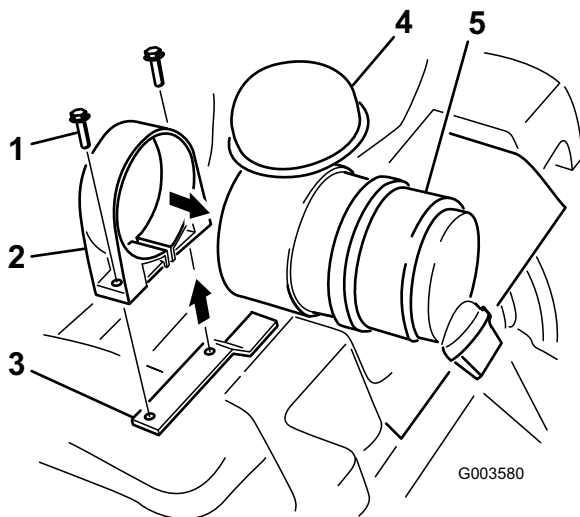

図 2
6. エア・クリーナのストラップを開き、キャニスタの、フィルタを取り出した側へ引き抜く (図 2)。